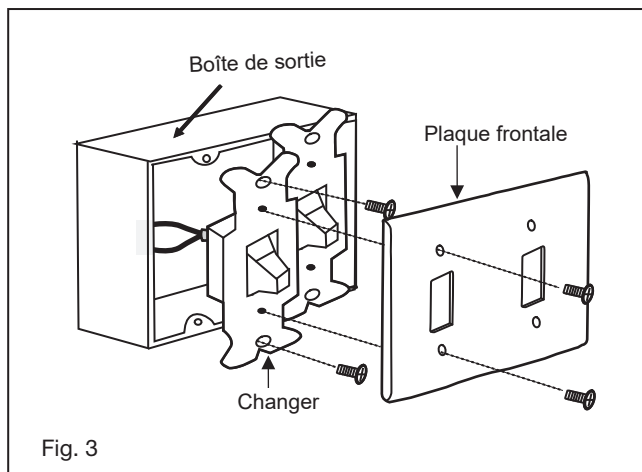

Fig. 3
- 1 Retirez la plaque murale existante et l'ancien interrupteur de la boîte de prise murale. (Fig. 3)